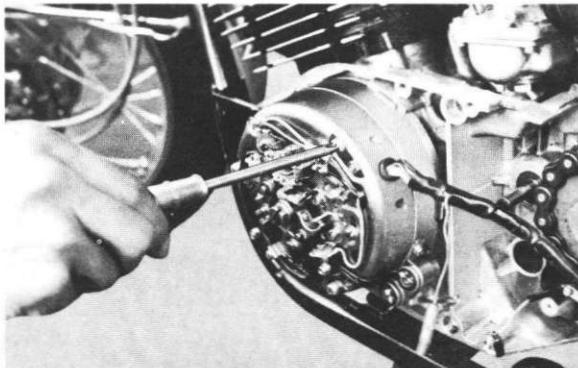

Fig. 4-1-7
7. Remove the stator mounting bolts, and then the stator assembly. (Fig. 4-1-7)
7. Retirez les vis de fixation du stator, puis le stator complet. (Fig. 4-1-7)
7. Befestigungsschrauben des Ständers und dann die Ständereinheit entfernen. (Abb. 4-1-7)